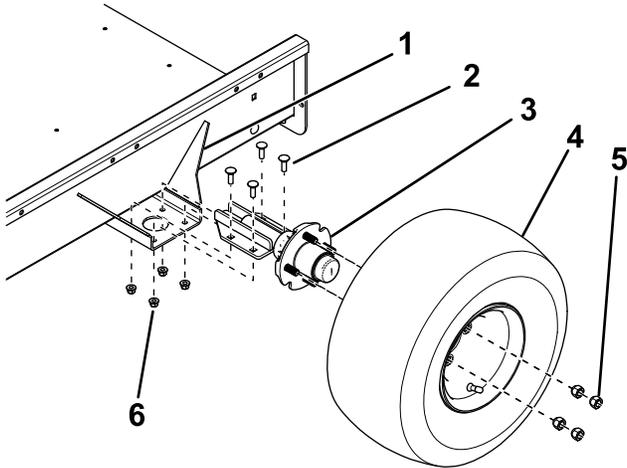

图2
2. 如图2所示, 使用 4 个托架螺栓和 4 个锁紧螺母, 将轴安装到拖车底板两侧安装支架的顶侧。
3. 使用 4 个车轮螺母将车轮总成安装至各个轮毂 (图2), 并上紧螺母扭矩至 108.5N·m。
3. 调整轴安装支架的位置, 使前面的中心到中心距离约为 3mm, 小于后面中心到中心距离 (图2)。